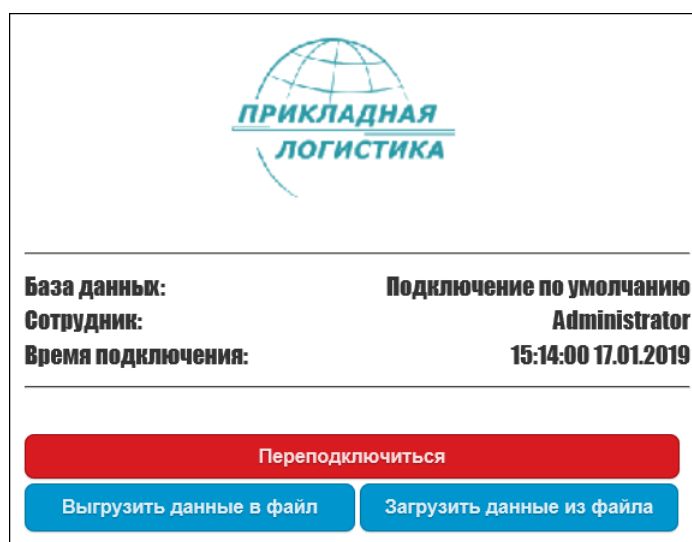

Рис. 6-4 – Страница модуля «Синхронизация ILS и мобильной части»
9) После подключения к базе данных в окне браузера отображается страница «Синхронизация ILS и мобильной части» (рис. 6-4).
Страница «Синхронизация ILS и мобильной части» предназначена для обмена данными между БД на сервере и файлом на диске (рис. 6-4).
- 1) На странице «Синхронизация ILS и мобильной части» (рис. 6-4) нажать на кнопку «Переподключиться».
- 1) На странице «Синхронизация ILS и мобильной части» (рис. 6-4) нажать на кнопку «Выгрузить данные в файл».
- 1) На странице «Синхронизация ILS и мобильной части» (рис. 6-4) нажать на кнопку «Загрузить данные из файла».